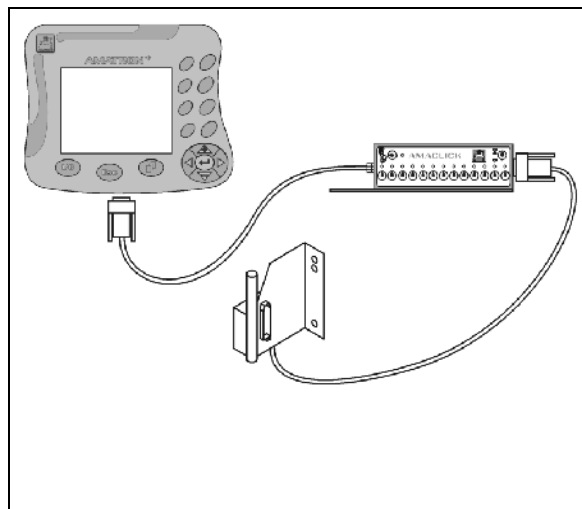

Fig. 134
- corespunzător situației fără manetă multifuncțională Fig. 134.